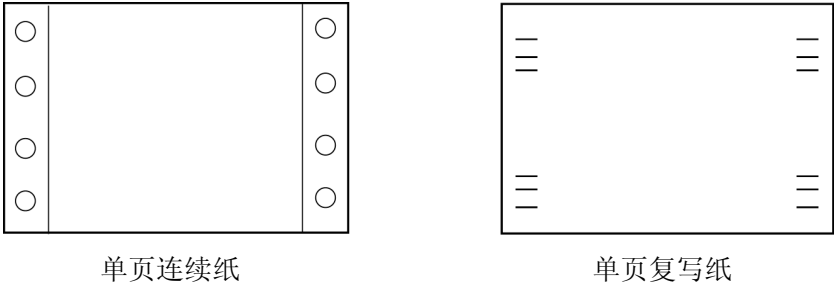

图 B-6
- 不要使用单页的连续纸或单页复写纸在单页纸打印方式下打印。因为连续纸边上的孔或者复写纸边上的压痕可能会引起打印阻塞(如图 B-6 所示)。